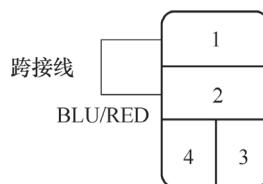

图 5-132 用跨接线连接压缩机离合器 4P 插座的 1、2 号端子
5) 如图 5-132 所示，用跨接线把压缩机离合器 4P 插座的 1 号端子和 2 号端子连起来，查听压缩机离合器有无“咔哒”声。如果没有，转到步骤 14)；如果有，进行下一步检查。